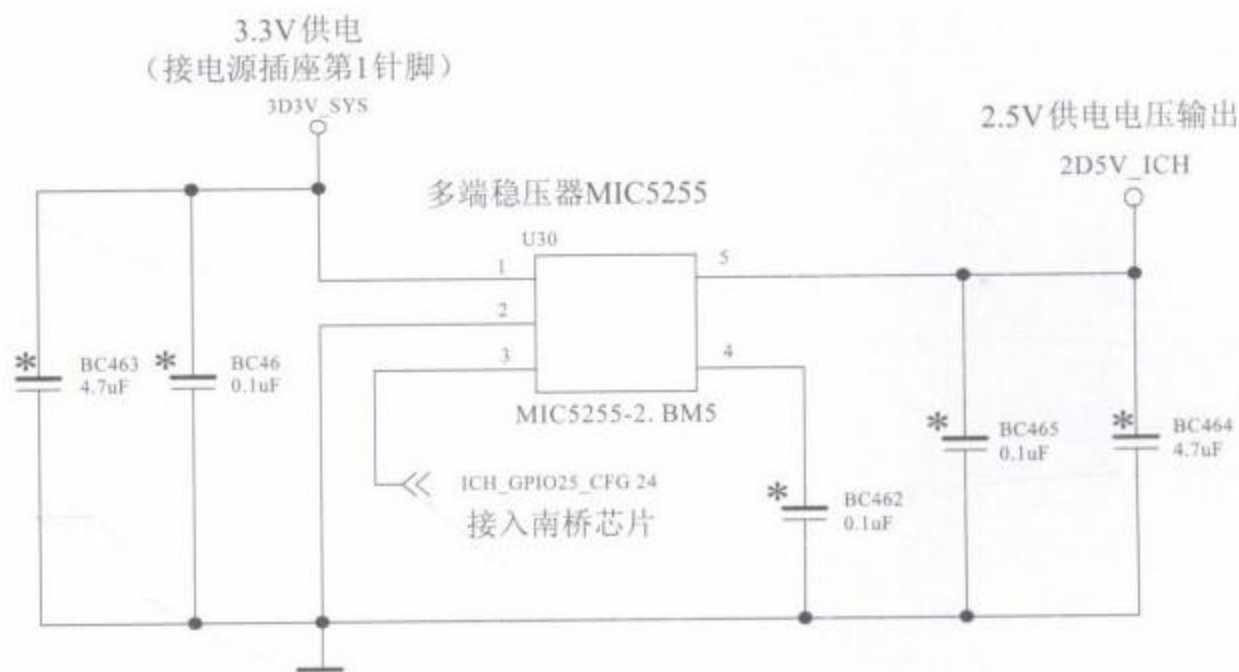

图8-41 由多端稳压器组成2.5V供电电路图
2.5V供电电压可以通过由运算放大器和场效应管组成的调压电路得到(如图8-31),也可以通过多端稳压器稳压后得到,如图8-41所示为由多端稳压器组成的2.5V供电电路。